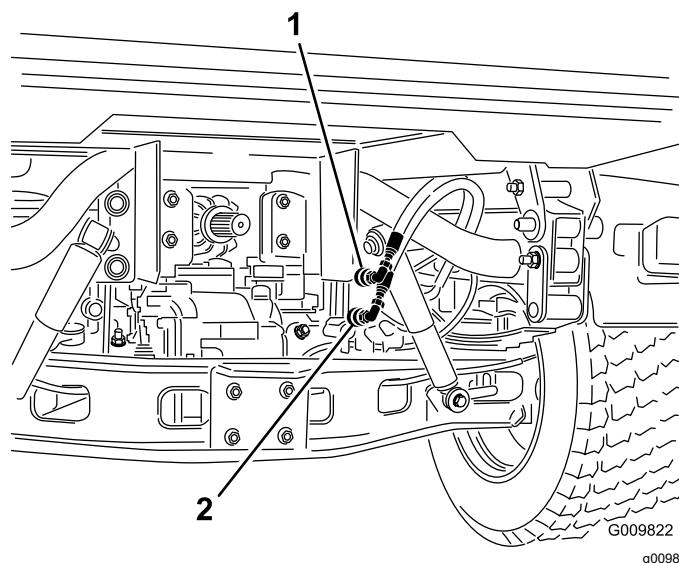

Figure 66
2. Sur les deux machines, débranchez les 2 flexibles à raccords rapides des flexibles fixés au support de raccord (Figure 66).